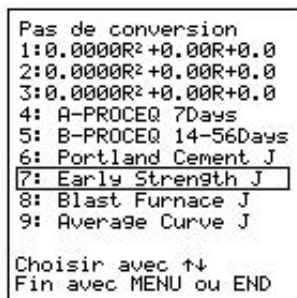

Fig 4.4 "Courbes de conversion"
- ou choix entre 2 courbes Proceq standard programmées ainsi que (à partir de la version 4.0) 4 courbes Japon (voir Fig. 4.4)